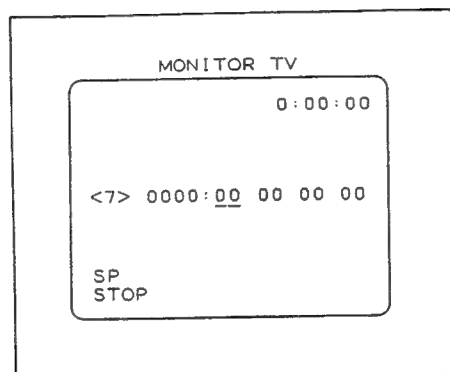

Fig. II-56
(7) Service mode <7> (Fig. II-56)